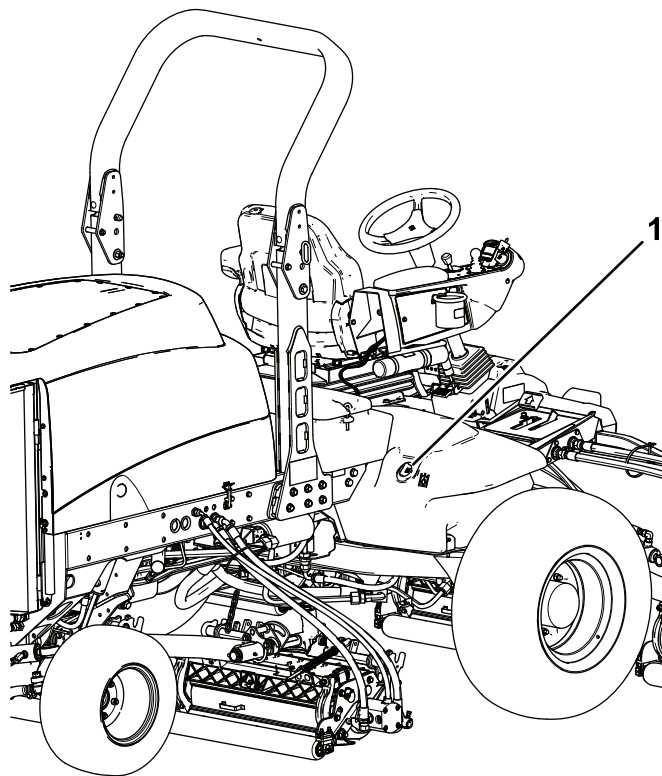

Figura 106
2. Pulite attorno al collo del bocchettone e del tappo del serbatoio idraulico (Figura 106).